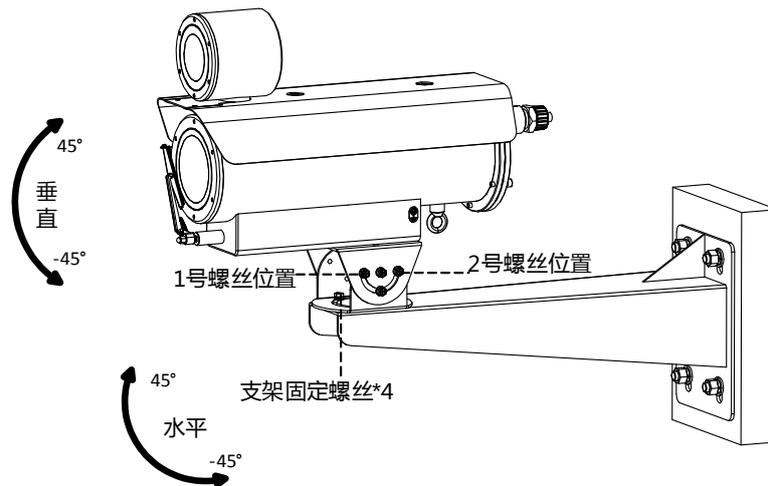

图2-6 角度调节
- 垂直方向0 \sim 45 $^{\circ}$ 调节：拧松（不拧出）垂直方向上和图2-6所示2号螺丝位置的3颗螺丝，拧出图2-6所示1号螺丝位置的螺丝，调节至合适的角度后，拧紧垂直方向上和图2-6所示2号螺丝位置的3颗螺丝。
- 垂直方向0 \sim 45 $^{\circ}$ 调节：拧松（不拧出）垂直方向上和图2-6所示1号螺丝位置的3颗螺丝，拧出图2-6所示2号螺丝位置的螺丝，调节至合适的角度后，拧紧垂直方向上和图2-6所示1号螺丝位置的3颗螺丝。